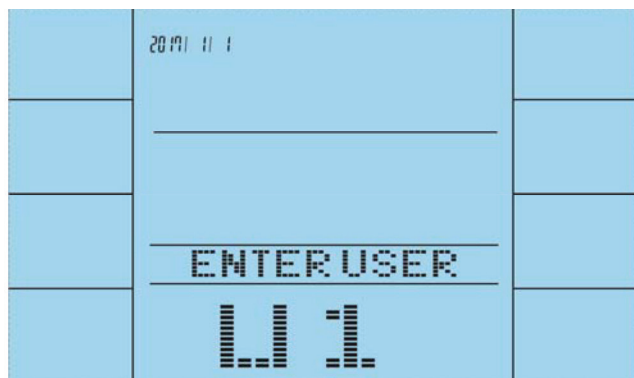

Fig. 6
5. For at vælge bruger (U) 1 til 4 skal du trykke på UP/DOWN-knapperne.
6. Bekræft med ENTER (fig. 6).